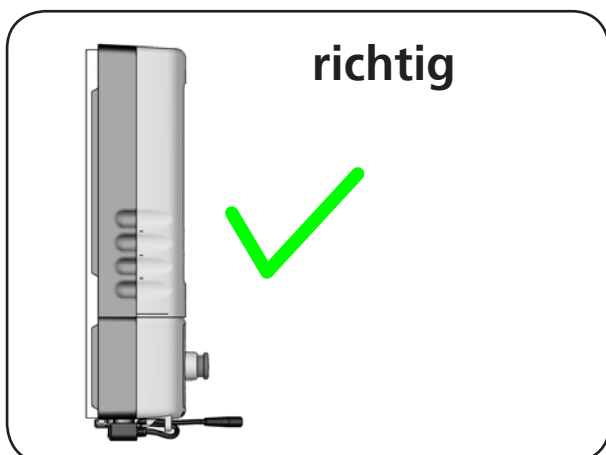

Abbildung 39
3. Zum Einsetzen verfahren Sie in der umgekehrten Reihenfolge. Achten Sie darauf, dass der Entriegelungshebel in der Montagesschiene einrastet und der Akku-Pack an der Montagesschiene fest anliegt (Abbildung 39).